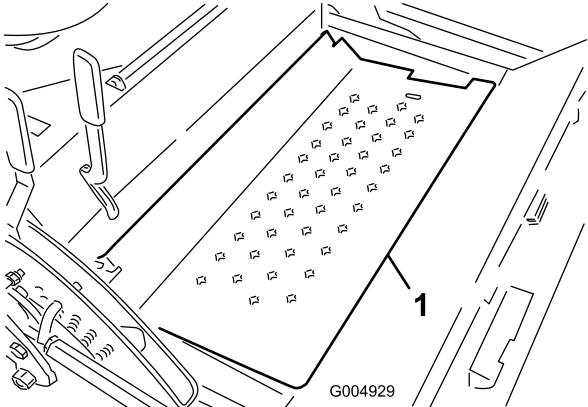

Bild 98
13. Drehen Sie die Bodenplatte (Bild 98) in die geöffnete Stellung und sichern sie mit einer Stützstange.